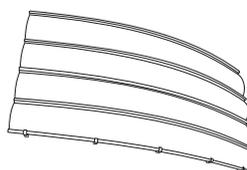

Рис. 7
c) trzeci i czwarty panel montujemy w taki sam sposób jak w punkcie b), (Rys. 7).